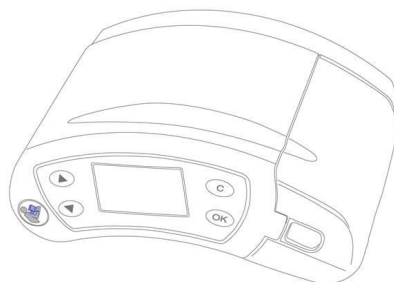

Fig. 5 DYSSUCTION® Suction Device M horizontal
3. Placez l'appareil en position verticale ou horizontale (Abb. 5) sur une surface stable et plane sans inclinaison. L'appareil peut également être placé à côté du lit du patient. Des supports variables pour systèmes de tubes et rails sont disponibles pour cela.